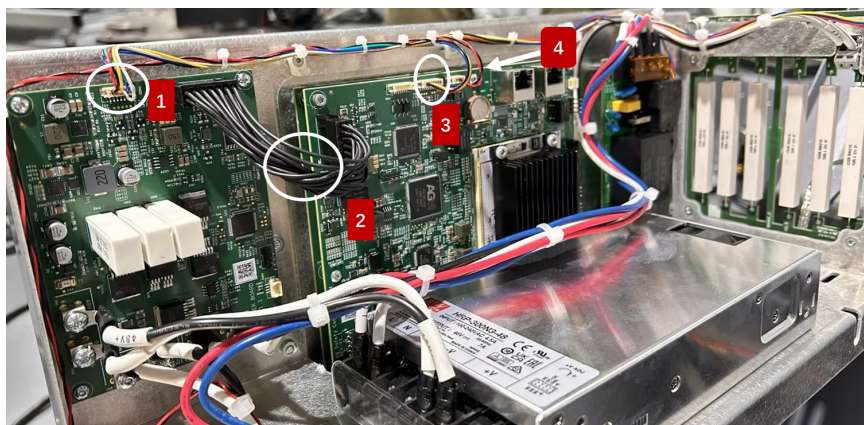

图 3-28: 电源板、刹车板到 Safe IO 的线缆位置
6. 断开刹车板到电源板上的线缆，即图 3-28 中的 1（刹车板信号控制线）；
7. 断开电源板、刹车板到 Safe I/O 上的线缆，如图 3-28 所示；